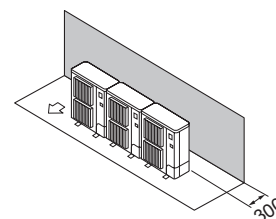

Fig. 2-12
- ① Prepreke samo na stražnjoj strani (Fig. 2-12)